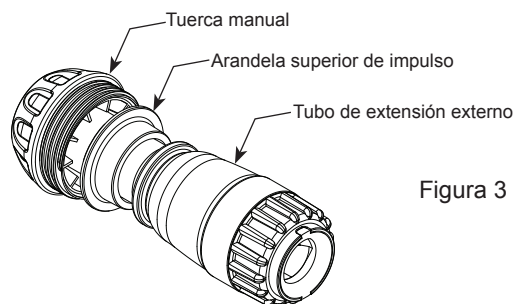

Figura 3
2. Remueva la tuerca manual, motor, y la arandela de empuje superior del cuerpo (ver Figura 3).